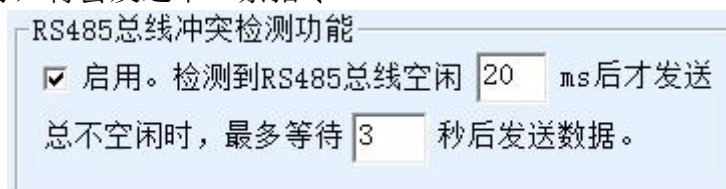

图 32 RS485 防冲突空闲时间
1. 图 32 所示为“RS485 总线防冲突时间”，一般可以设置为参数配置界面右下角的“数据包间隔”的两倍，但是最小不能小于 20。